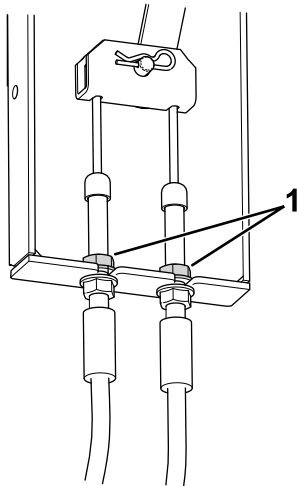

Figure 74
- Localisez le support du câble de frein (Figure 74) sous le côté gauche de la machine, près de la roue gauche.